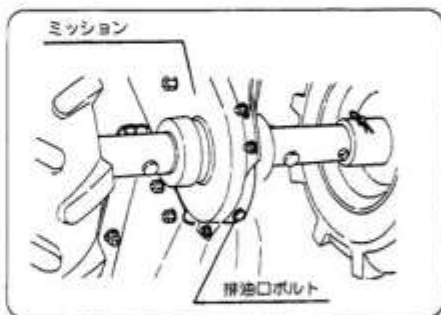

図35
- ミッションケース下部にある排油口ボルトを取外して汚れたオイルを流し出してください。(図35)